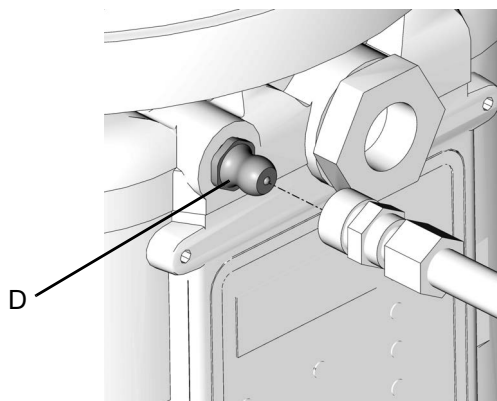

FIG. 12
- Pulire sempre il raccordo di ingresso (D) (FIG. 12) con un panno asciutto pulito prima di riempire il serbatoio. Sporco e/o detriti possono danneggiare la pompa e/o il sistema di lubrificazione.